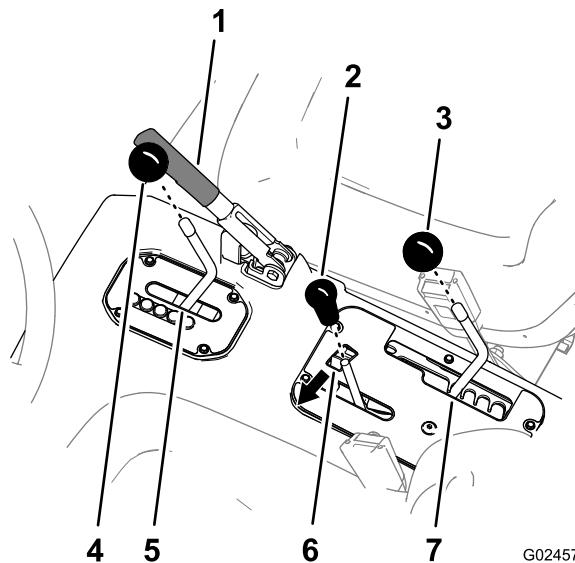

Рисунок 4
- 2. Снимите все рукоятки рычагов пульта и рычага переключения передач, отвернув их против часовой стрелки (Рисунок 4).